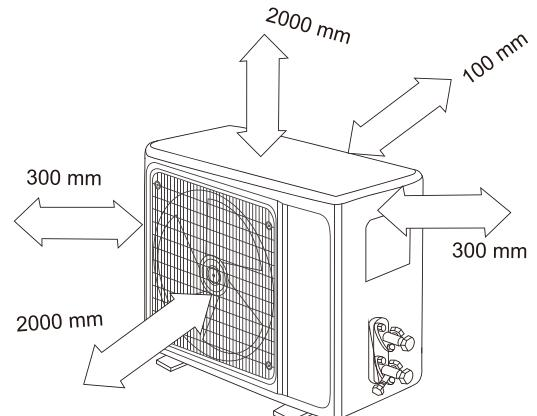

Fig. 4.1
- O local deve seguir todas as especificações demonstradas na Fig. 4.1.